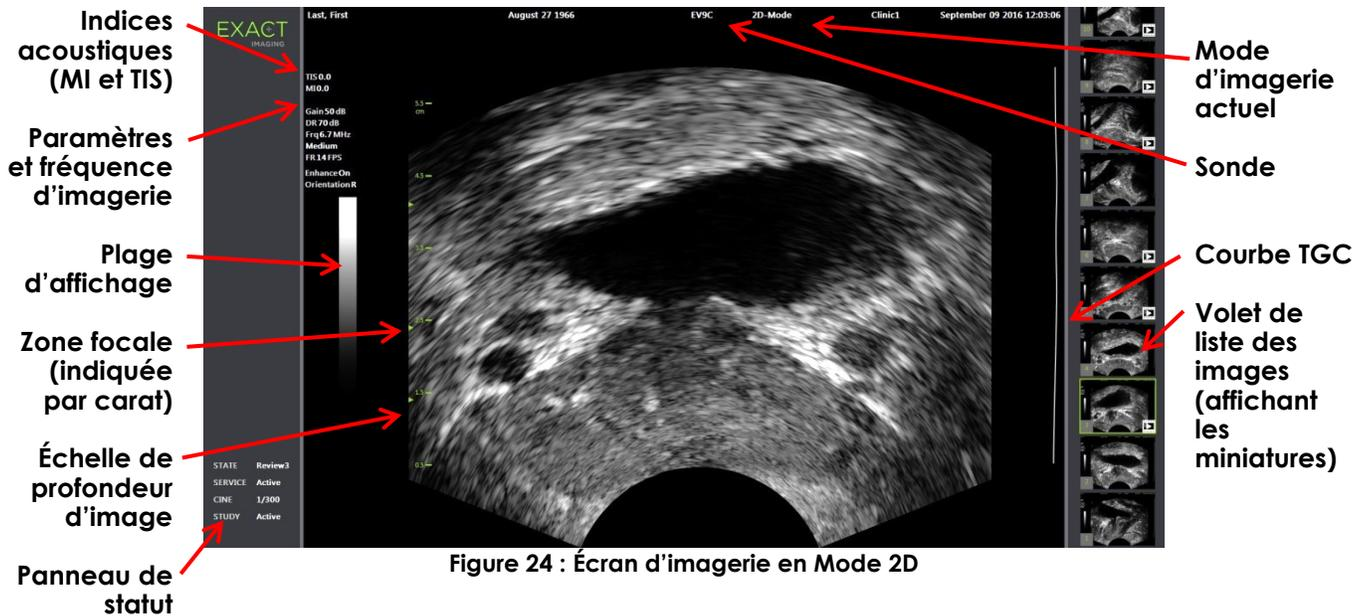

Figure 24 : Écran d'imagerie en Mode 2D
- Les paramètres d'imagerie sont indiqués dans la Figure 24.